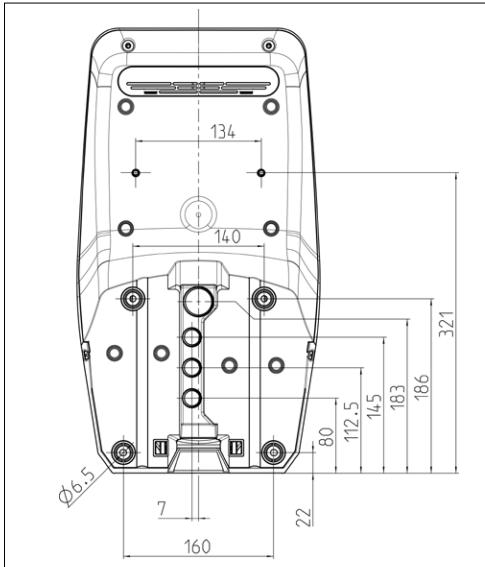

Fig. 10: Dimensioni dei fori [mm]
In caso di posa sotto traccia, la posizione della linea di alimentazione deve essere fornita utilizzando la dima di foratura in dotazione o la figura "Fig. 10: Dimensioni dei fori [mm]".
- ▶ Tracciare i fori di fissaggio in base alla ditta di foratura fornita in dotazione o alla figura "Fig. 10: Dimensioni dei fori [mm]".